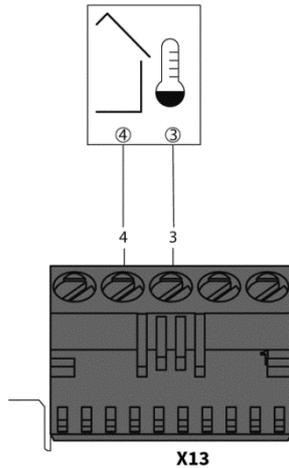

Abb. 19: Anschluss Außentemperaturfühler
- ➔ Schließen Sie den Außentemperaturfühler gem. Abb. 19 an.